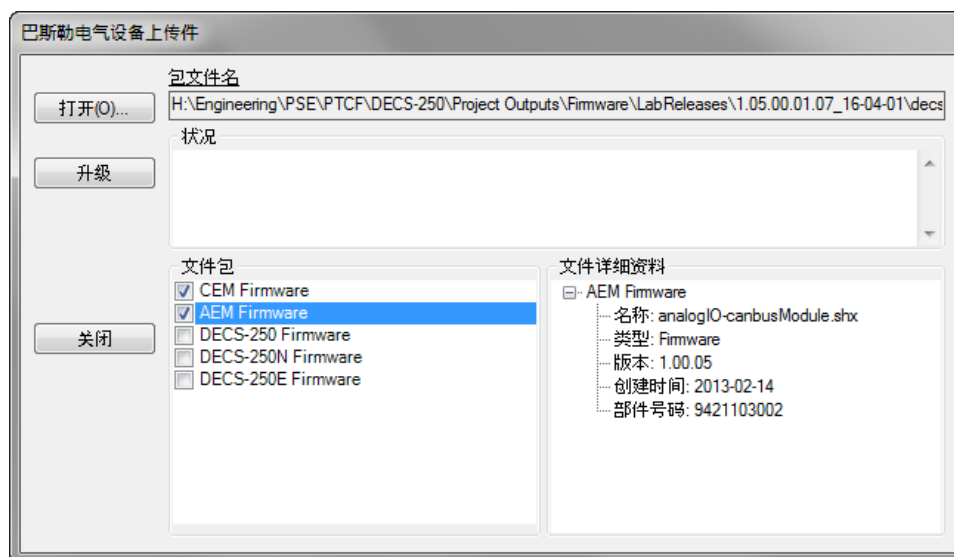

图 19-12. 巴斯勒电气设备包上传
8. 当“巴斯勒电气设备程序包上传器”屏幕出现（图 19-12），点击“打开”按钮浏览从巴斯勒电气收到的设备程序包。包文件及文件明细被列出。在您想上传的各个文件旁的复选框中勾选。